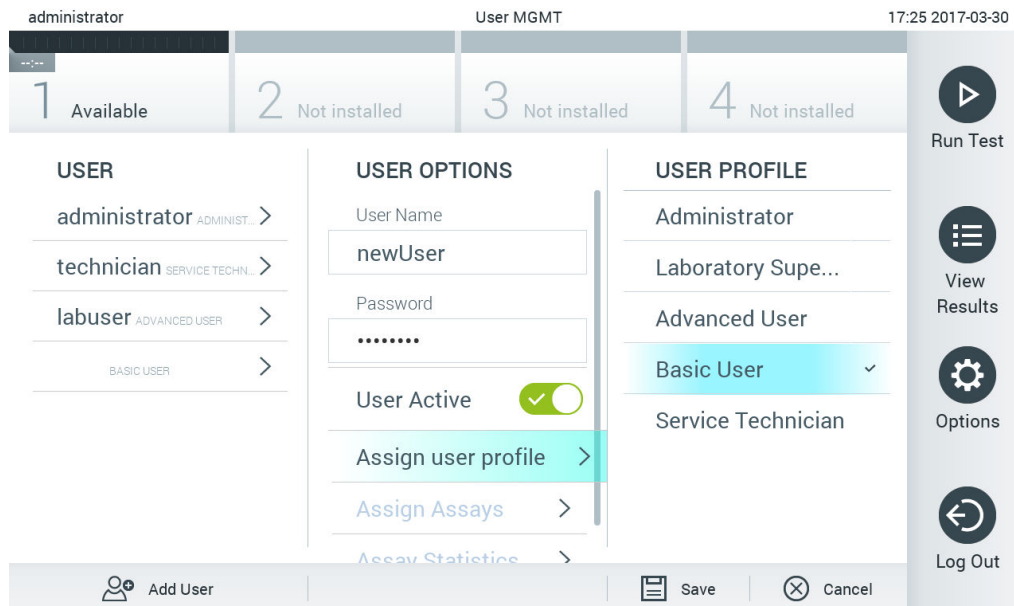

Рис. 58. Назначение профиля для нового пользователя.
4. Нажмите **Assign User Profile** (Назначить профиль пользователя) и назначьте надлежащий профиль (из списка в правой части области содержимого) для нового пользователя (рис. 58).